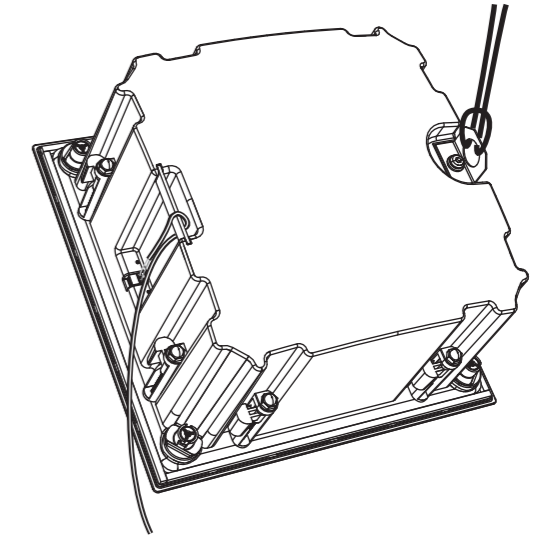

Fig. 16. Connecting the secondary safety to the back can
1. 上記のように背面缶が正しく配線されたら、二次安全ケーブルを背面缶の背面にある金属製の取り付けループに接続します。二次安全ケーブルのもう一方の端は、天井の適切な強力な取り付けポイントに固定する必要があります (図16)。